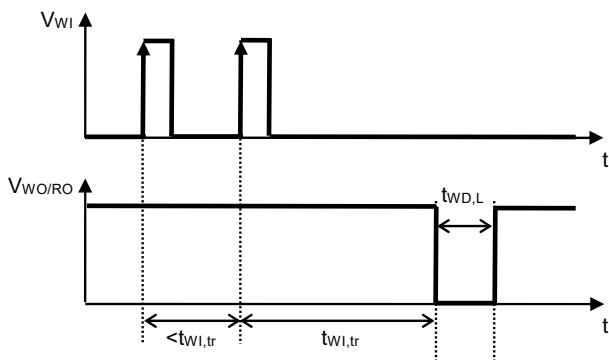

图8 看门狗触发时间
- *1. 看门狗定时器进行超时或双脉冲检测后，WO / RO端子保持 "L" 的时间 (参阅图8)。此值可以通过 C_{DLY} 的电容值进行更改。
- *2. 从看门狗定时器开始进行触发信号检测后，到检测出超时，并且WO / RO端子输出变化为 "L" 为止的时间 (参阅图8)。此值可以通过 C_{DLY} 的电容值进行更改。